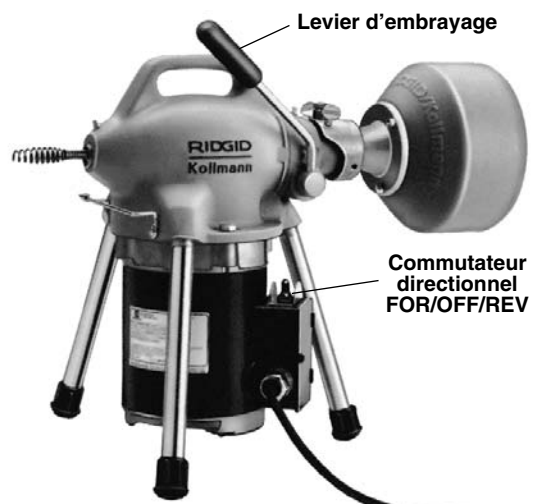

Figure 1 – Dégorgeoir K-50
1. Assurez-vous que le dégorgeoir est débranché et que son commutateur directionnel se trouve en position OFF (arrêt) (Figure 1).